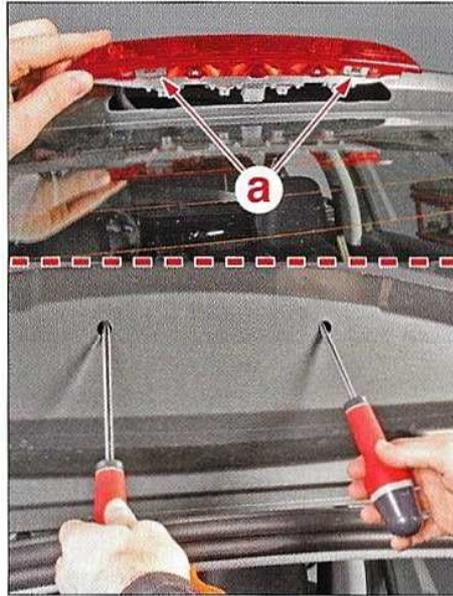

FIG.2
- A l'aide de tournevis plats insérés dans les orifices, dégrafer le 3^e feu stop en (a) (Fig.2).